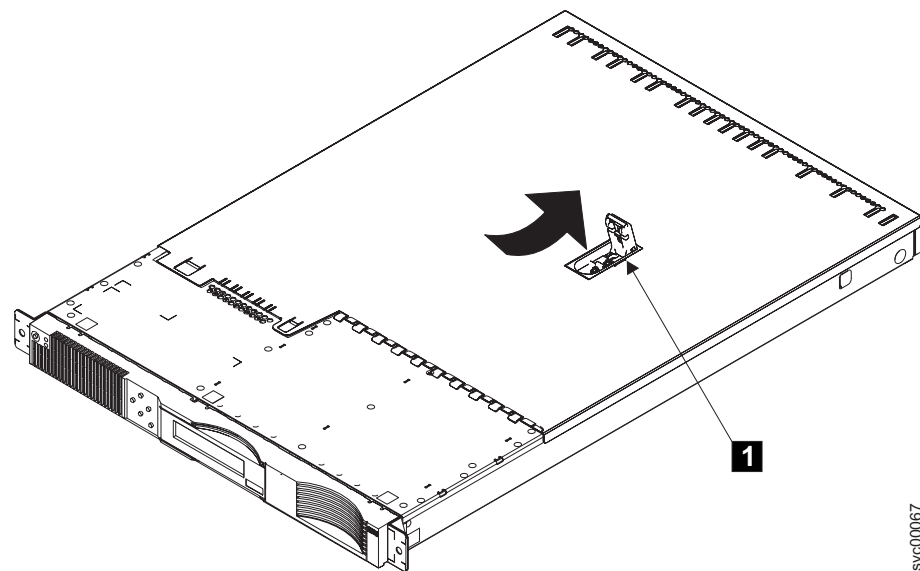

図 84. 上部カバーの取り付け
1. レバー **1** が完全に持ち上げられていることを確認します。図 84 を参照してください。